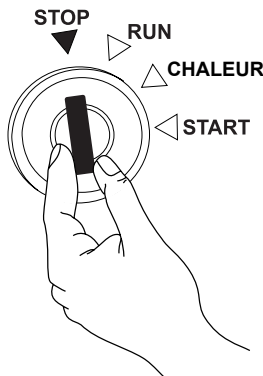

Figure 43. Interrupteur de démarrage (STOP)
5. Tournez la **clé de contact** dans le sens inverse des aiguilles d'une montre jusqu'à la position **STOP** (Figure 43) et retirez la clé du **commutateur de démarrage**.
1. Tournez rapidement la **clé de contact** dans le sens inverse des aiguilles d'une montre jusqu'à la position **STOP** (Figure 43) et retirez la clé du **commutateur de démarrage**.